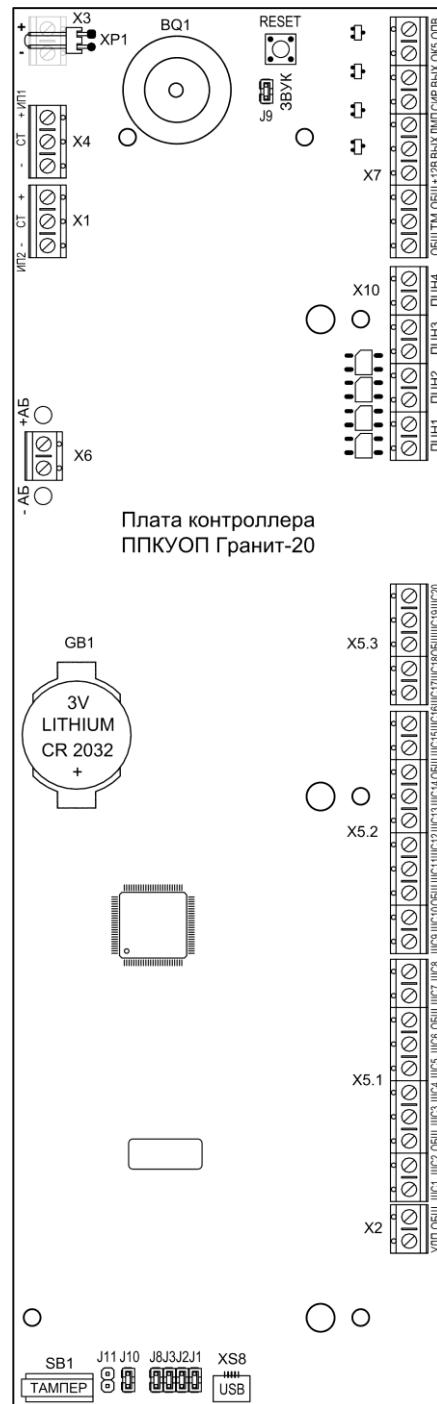
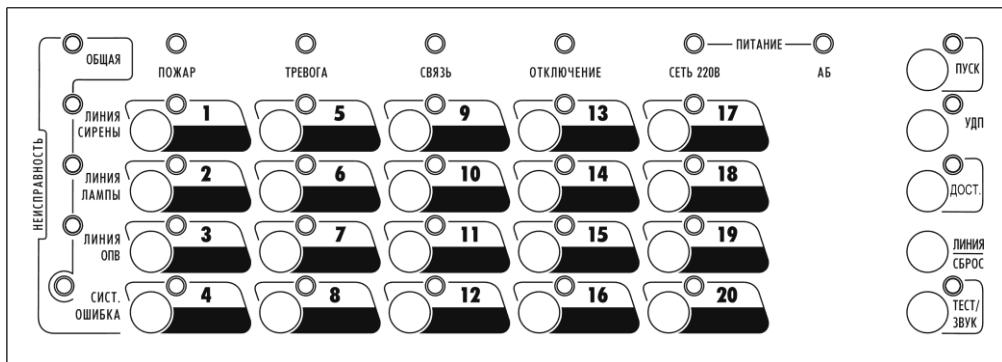

Рис.1 Плата контроллера прибора
Рис.2 Панель индикации и управления ППКУОП Гранит-20
Конструктивно прибор состоит из корпуса (основания) и съёмной крышки. В корпусе расположены: плата контроллера (см. рис.1) с установленной на ней платой индикации и плата источника питания. На плате индикации установлена панель индикации и управления прибора (см.рис.2). В корпусе прибора также предусмотрен отсек для размещения аккумуляторной батареи.
На плате источника питания прибора (расположена под платой контроллера, на рис.1 не показана) расположен клеммник «220В», предназначенный для подключения прибора к сети 220 В и установлен плавкий предохранитель типа T1,6A на 250В.
3.1 На плате контроллера прибора (рис.1) расположены:
На плате источника питания (расположена под платой контроллера, на рис.1 не показана) расположен клеммник «220В», предназначенный для подключения прибора к сети 220 В.
3.2 На панель индикации и управления прибора (см. рис.2) выведены: